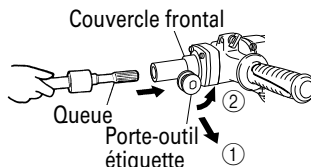

Fig. 3
- (1) Nettoyer, puis graisser la queue de l'outil avec la graisse ou l'huile.
- (2) Tirer le porte-outil dans la direction de la flèche ① et le tourner dans la direction de la flèche ② (sens antihoraire). Insérer à fond la queue de l'outil dans le trou hexagonal du couvercle frontal. (Fig. 3)